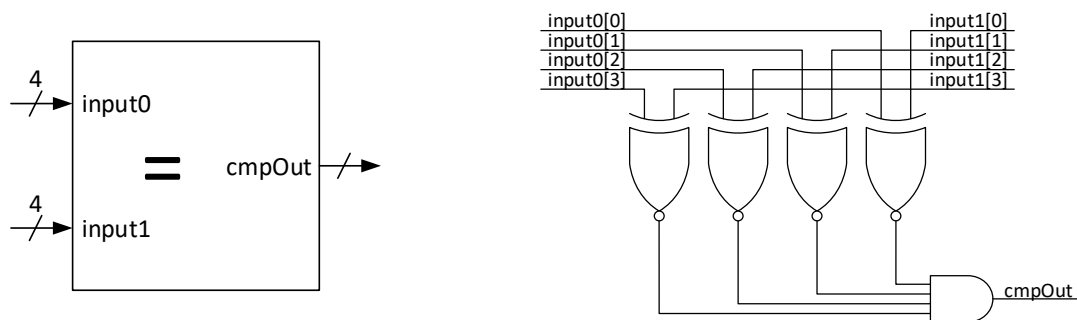
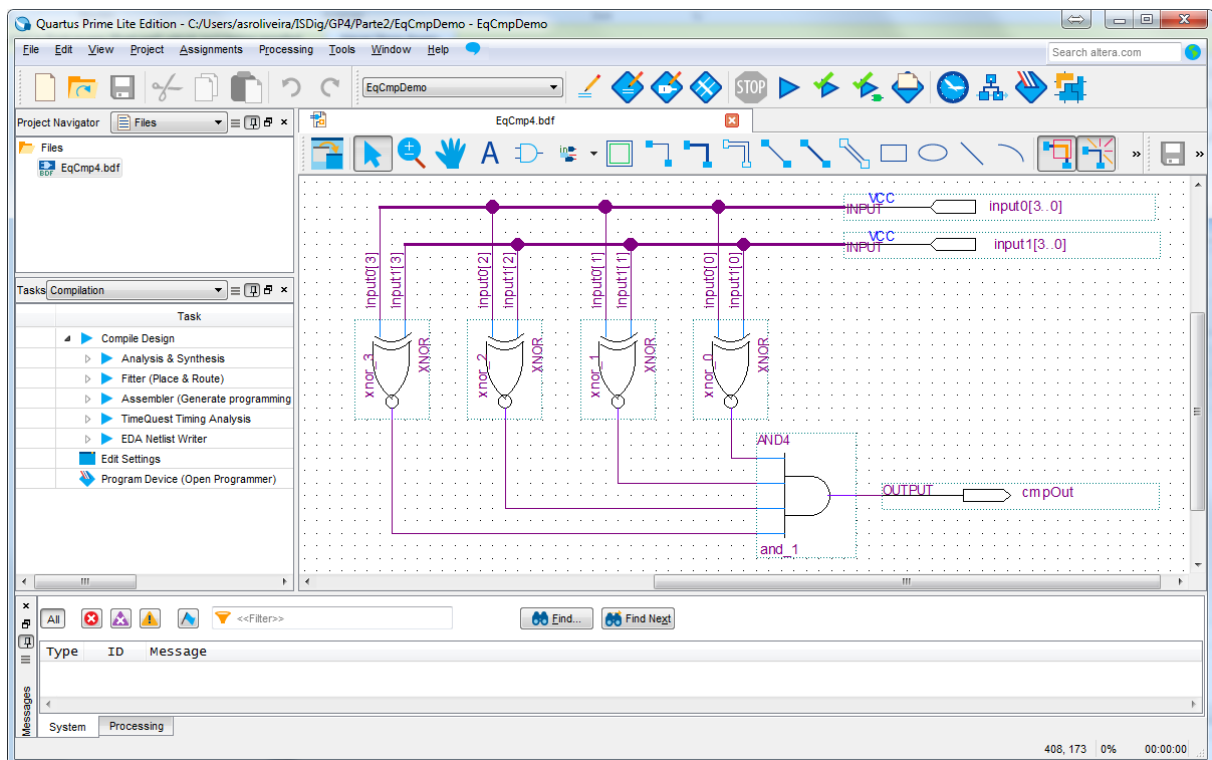

Figura 23 – Diagrama lógico do comparador de igualdade de palavras de 4 bits.
Figura 24 – Diagrama lógico do comparador de igualdade de palavras de 4 bits com interligação e identificação dos diversos elementos do circuito.
**2.** Crie um novo ficheiro para um diagrama esquemático, chamado “EqCmp4.bdf”, para implementar um comparador de igualdade de palavras de 4 bits (Figura 23). No final da edição do esquema lógico, o circuito deve ser semelhante ao da Figura 24. Utilize os componentes “xnor” e “and4” da biblioteca do “Altera Quartus Prime” acessível através do “Symbol Tool”.